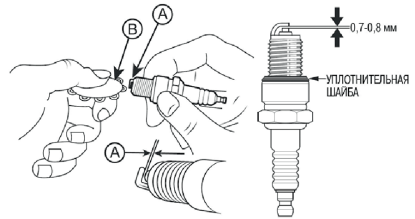

РИС. 13
2. Демонтаж. С помощью свечного ключа осторожно выверните свечу зажигания (Рис. 13). Не применяйте силу на горячем двигателе – это повреждает резьбу в головке цилиндра.
4. Проверка зазора. С помощью щупа измерьте зазор между электродами (Рис. 13). Номинальное значение: 0.7 – 0.8 мм.